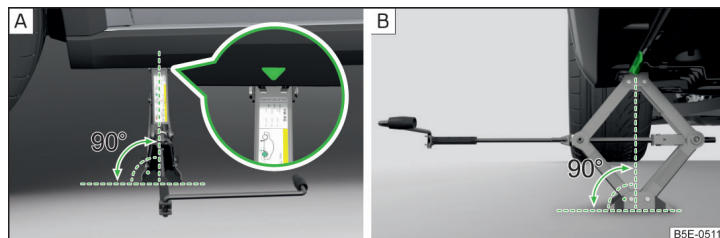

Fig. 198 Colocar el gato
- Apoye la placa de base del gato con toda la superficie en un suelo recto y asegúrese de que el gato se encuentra en posición vertical respecto al punto de apoyo » fig. 198 - **A**.
- Gire el gato con la manivela debajo del punto de apoyo hasta que su garra se encuentre en el larguero inferior » fig. 198 - B.